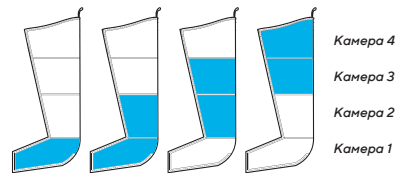

Рисунок 4 – Режим накачивания Wave (Волна)
- Например: Когда камера 2 заполняется, камера 1 начинает сдуваться, а камера 3 – накачиваться, так что на мгновение две камеры одновременно достигают целевого давления. (См. Рисунок 4)